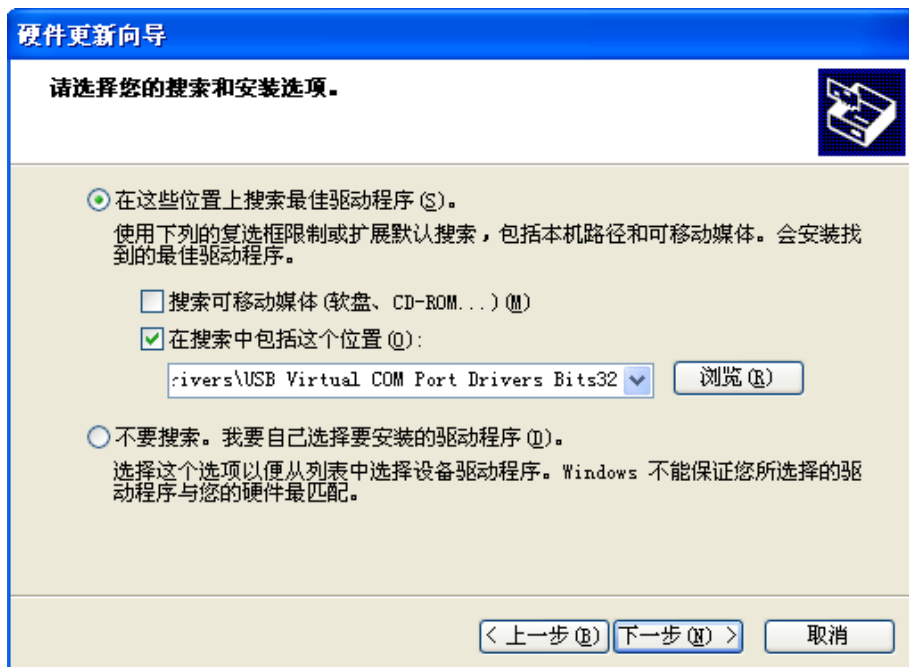

图 2-13
- ◆ 将主板上电，并用 USB 线连接主板和计算机。此时，Windows XP 会发现新的硬件设备可用，并弹出“找到新的硬件向导”（如图 2-13）。此时安装 USB Serial Converter 驱动。
- ◆ 在图 2-13 中，选择“从列表或指定位置安装(高级)(S)”。然后，按“下一步”。